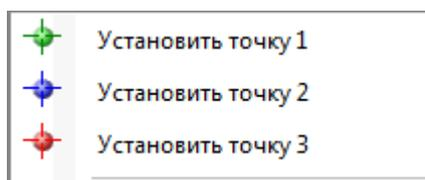

Рисунок 2.91
- графически: наведя курсором на нужные узлы и щелкнув правой кнопкой мыши (рисунок 2.91).